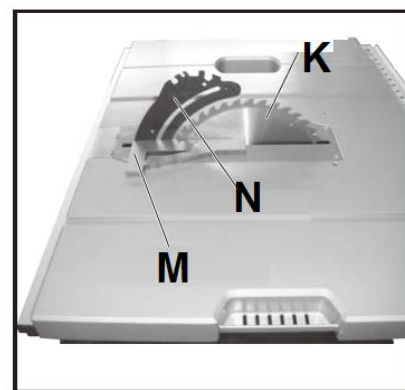
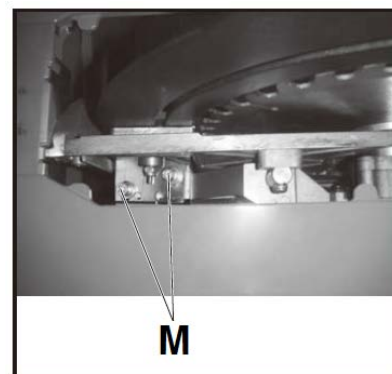

Рис. 22
Рис. 23
Проверка взаимного расположения расклинивающего ножа и пильного диска и их выравнивание (Рис. 22-Рис. 23)
- Снимите стопоры для предотвращения отскока заготовки и узел защитного ограждения пильного диска. Приложите угольник или поверочную линейку одновременно к пильному диску и расклинивающему ножу (К, N, Рис. 22).
- Пильный диск и расклинивающий нож выровнены, когда угольник (М, Рис. 22) равномерно прилегает к диску и ножу без зазоров.
- Ослабьте винты, крепящие кронштейн (См. Рис. 23).
- После выравнивания надежно затяните винты (М, Рис. 23).